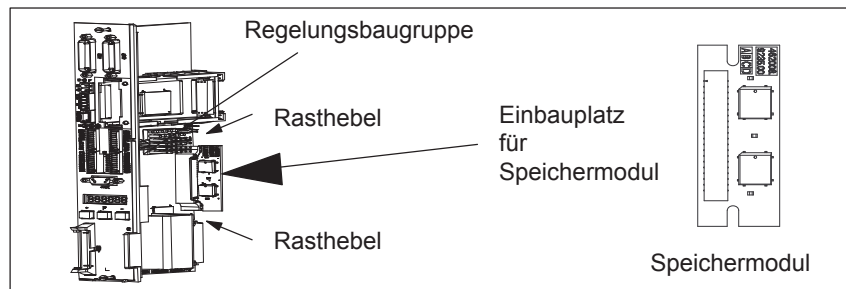

Bild 2-2 Ein-/Ausbauen des Speichermoduls
2. Drücken Sie die Rasthebel der Speichermodule nach unten und außen bis sie ausgerastet sind (siehe Bild 2-2).